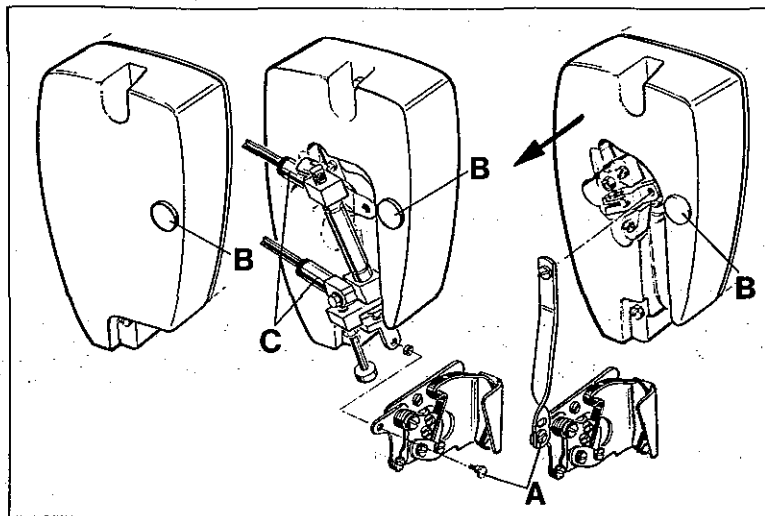
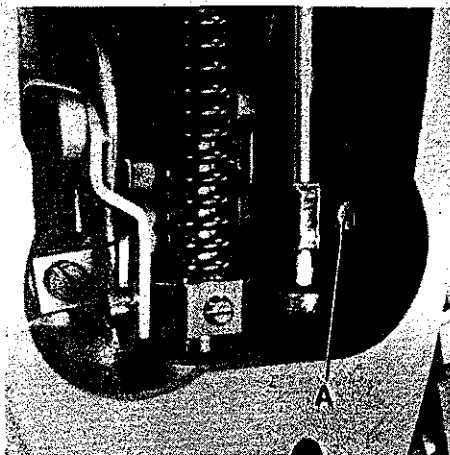
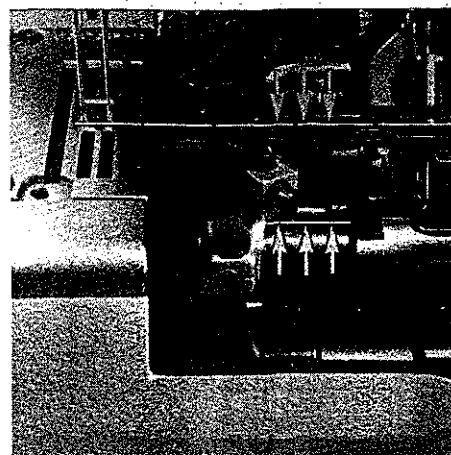
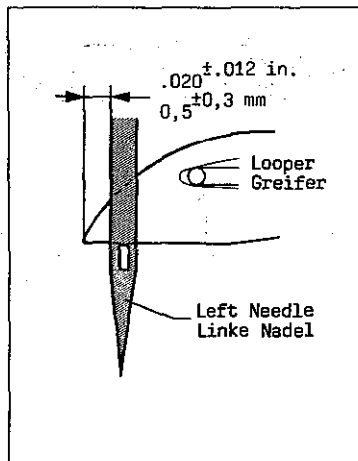

Fig.18
Fig. 19
Fig.20
Fig. 22
1. Remove the head cover\*, presser foot and feed dogs. For removing the head cover on styles with thread wiper also shoulder screw (A, Fig. 18) on bell crank lever of thread wiper has to be screwed out. On styles equipped with pneumatic thread wiper additionally the PA-tubes have to be disconnected on the straight connectors (C) of the air cylinder. On styles with solenoid operated thread wiper the head cover has to be removed horizontally (in direction of the arrow) to avoid damaging of plug and receptacle.
3. Loosen screw (A, Fig. 19) and turn needle bar as required, so the needles center in the needle holes of throat plate and are parallel to the looper shaft (see Fig. 20). This can be checked by holding a ruler against the needles.
4. Retighten screw (A, Fig. 19).
\* The needle bar can also be aligned and set to height without removing the head cover. For this, remove plug (B, Fig. 18) in the head cover to have access to screw (A, Fig. 19) in the needle bar connection. Remount the plug.
1. Entfernen Sie den Kopfdeckel\*, Drückerfuß und Transporteure. Zum Entfernen des Kopfdeckels muß bei Maschinen mit Fadenzieher auch die Ansatzschraube (A, Fig. 18) am Winkelhebel des Fadenziehers herausgedreht werden. Bei Maschinen, die mit pneumatischem Fadenzieher ausgerüstet sind, müssen zusätzlich die PA-Schläuche an den geraden Verschraubungen (C), am Luftzylinder gelöst werden. Bei Maschinen mit magnetisch betätigtem Fadenzieher muß der Kopfdeckel horizontal (in Pfeilrichtung) abgezogen werden, damit Stecker und Steckbuchse nicht beschädigt werden.
3. Lösen Sie die Schraube (A, Fig. 19) und drehen Sie die Nadelstange so, daß die Nadeln mittig in die Stichlöcher der Stichplatte einstechen und parallel zur Greiferwelle stehen (siehe Fig. 20). Dies kann durch Anlegen eines Lineals an die Nadeln geprüft werden.
4. Ziehen Sie die Schraube (A, Fig. 19) wieder an.
\* Die Nadelstange kann auch ohne Abbau des Kopfdeckels ausgerichtet und auf die Höhe eingestellt werden. Entfernen Sie dazu den Verschlussstopfen (B, Fig. 18) im Kopfdeckel, damit die Schraube (A, Fig. 19) im Nadelstangen-Mitnehmer zugänglich wird. Montieren Sie den Verschlussstopfen wieder.
The height of needle bar is correct, when the looper point at its travel from right to left is 0,5 mm (.020 in.) left of the left needle (see Fig. 22) and the top of the needle eye is flush with the underside of the looper. For adjustment loosen screw (A, Fig. 19)\* and move needle bar up or down as required. Retighten screw (A).
Die Nadelstangenhöhe ist richtig eingestellt, wenn die Greiferspitze bei ihrem Weg von rechts nach links 0,5 mm links der linken Nadel steht (siehe Fig. 22) und Oberkante Nadelöhr und Unterkante Greifer in gleicher Höhe stehen. Lösen Sie für diese Einstellung die Schraube (A, Fig. 19)\* und schieben Sie die Nadelstange nach Bedarf nach oben oder unten. Ziehen Sie die Schraube (A) wieder an. Beachten Sie, daß bei dieser Einstellung die Nadelstange nicht verdreht wird.
\* Die Nadelstange kann auch ohne Abbau des Kopfdeckels ausgerichtet und auf die Höhe eingestellt werden. Entfernen Sie dazu den Verschlußstopfen (B, Fig. 18) im Kopfdeckel, damit die Schraube (A, Fig. 19) im Nadelstangen-Mitnehmer zugänglich wird. Montieren Sie den Verschlußstopfen wieder.